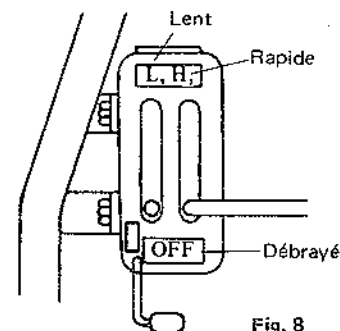

Fig. 8
(2) Mise en marche
- Débrayer (arceau et levier en OFF, fig. 8)